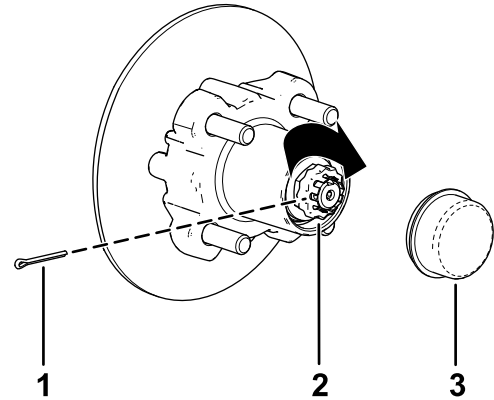

Figura 40
8. Coloque el retenedor sobre la tuerca y compruebe la alineación de la ranura del retenedor y el orificio de la chaveta de la mangueta (Figura 40).
9. Instale la chaveta y doble las patas alrededor del retenedor (Figura 40).
10. Instale el tapón guardapolvo sobre el cubo (Figura 40).